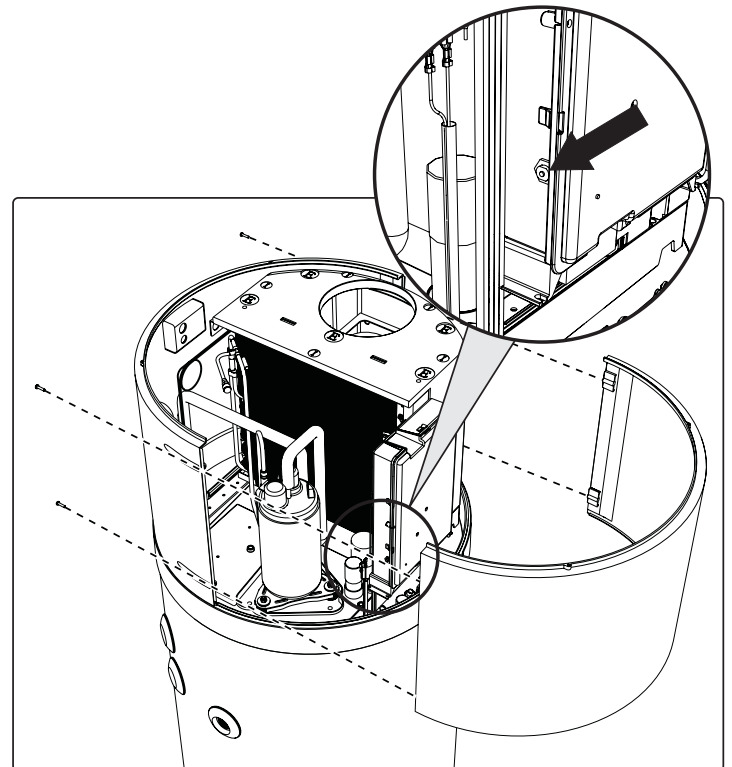

fig. 42 - Retrait du panneau avant
- Retirez le panneau avant et réinitialisez manuellement le thermostat de sécurité déclenché (fig. 42). En cas d'intervention, la broche centrale du thermostat sort d'environ 2 mm.